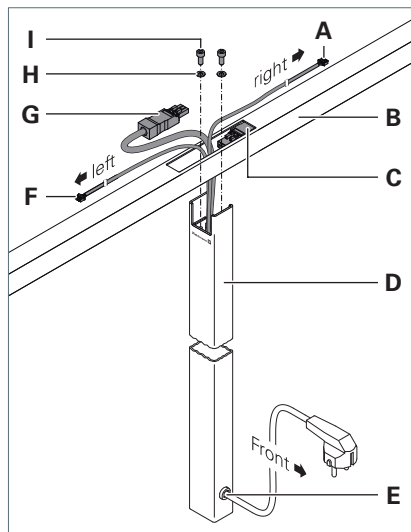

Fig. 3: Monter le tube porteur sur le bras vertical.
- Faites passer le câble **G** par le bas via l'ouverture dans le tube porteur **B**, voir Fig. 3.